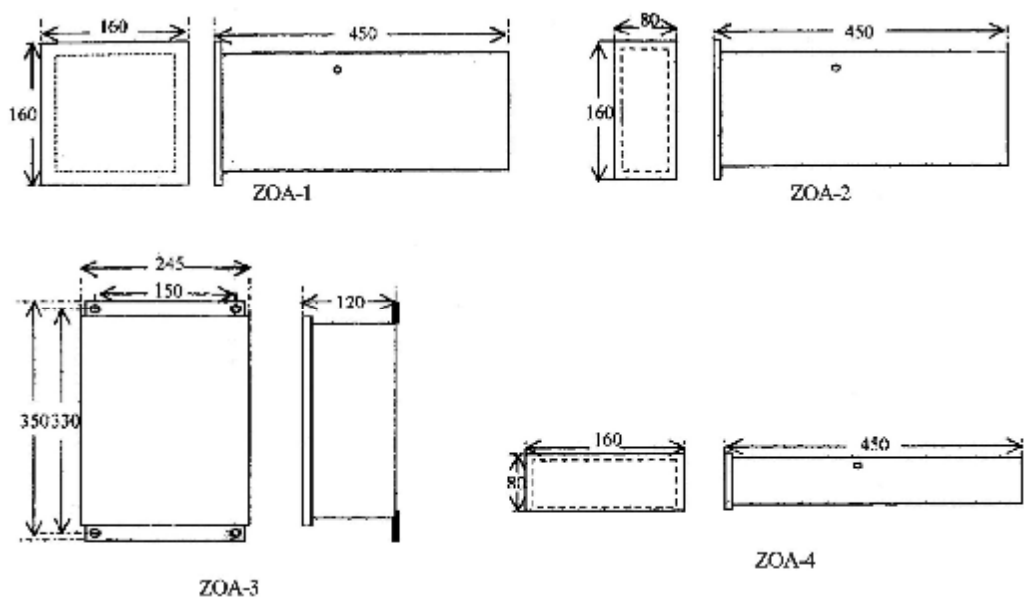
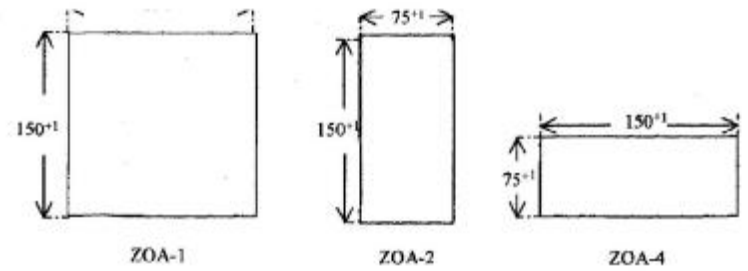

图 5a 转换器外型图
图 5b 转换器开孔尺寸图
- (2) 转换器外型尺寸及开孔见图 5a 和图 5b
- (3) 备好 M12X50 或 M14X50 螺钉及相应螺母垫圈等。
- (4) 按下表条件准备两根电缆，长度视现场实际路径而定，一般不得超过 100m，信号线与电炉加热电源线应分别铺设。若现场已具备补偿导线，则可省去两根温补信号线，以其连接检测器和转换器间温度信号。而此时应将检测器 CJ 处温度传感器 AD590 拆下，装到转换器 CJ 处即可。请注意正负极性。